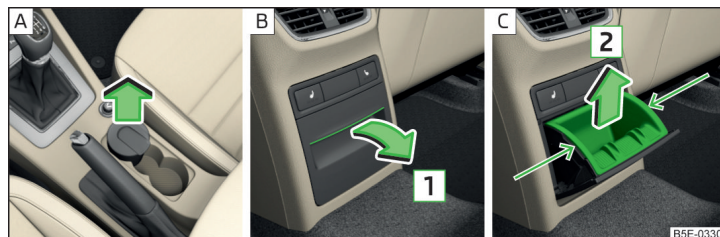

Fig. 84 Retirar el cenicero adelante / abrir atrás el cenicero / retirar atrás el suplemento del cenicero
- Extraiga el cenicero en el sentido de la flecha » fig. 84 - A.
- Tirar en la parte superior en la cavidad y abrir el cenicero en el sentido de la flecha [1] » fig. 84 - B.
- Coja el suplemento en la zona señalada con flechas y extraiga en el sentido de la flecha [2] » fig. 84 - C.